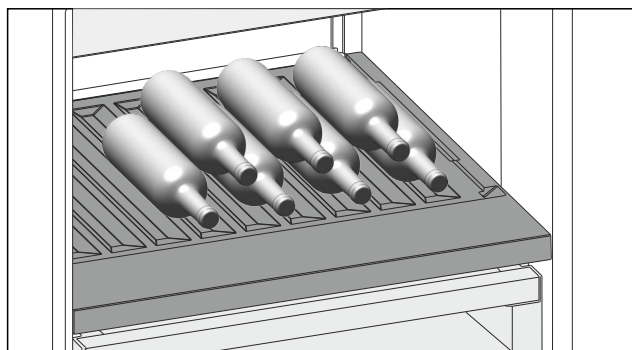

Fig. 128 Примерное изображение
- ▶ Бутылки укладывайте дном к задней стенке. (см. Fig. 128)